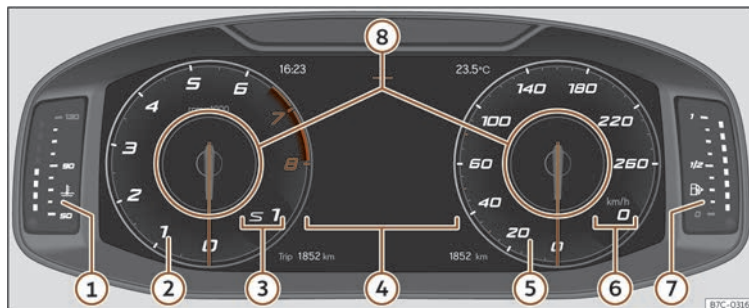

**Fig. 50** Digital Cockpit sur le tableau de bord (vue classique).
Dans toutes les vues, il est possible de personnaliser les informations qui apparaissent dans **Profils d'information**» **fig. 50 ⑧**.
Les aiguilles du compte-tours et du tachymètre sont affichées en entier»» fig. 50 .